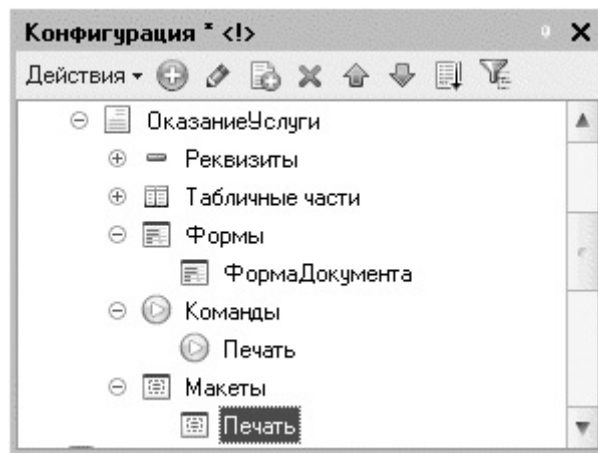

Рис. 8.7. Структура документа «Оказание услуги» в дереве объектов конфигурации
- Создана команда документа *ОказаниеУслуги* с именем *Печать*. В модуль этой команды помещен обработчик, вызывающий процедуру печати документа, выполняющуюся на сервере. Сама процедура печати помещена в модуль менеджера документа *ОказаниеУслуги* (рис. 8.7).